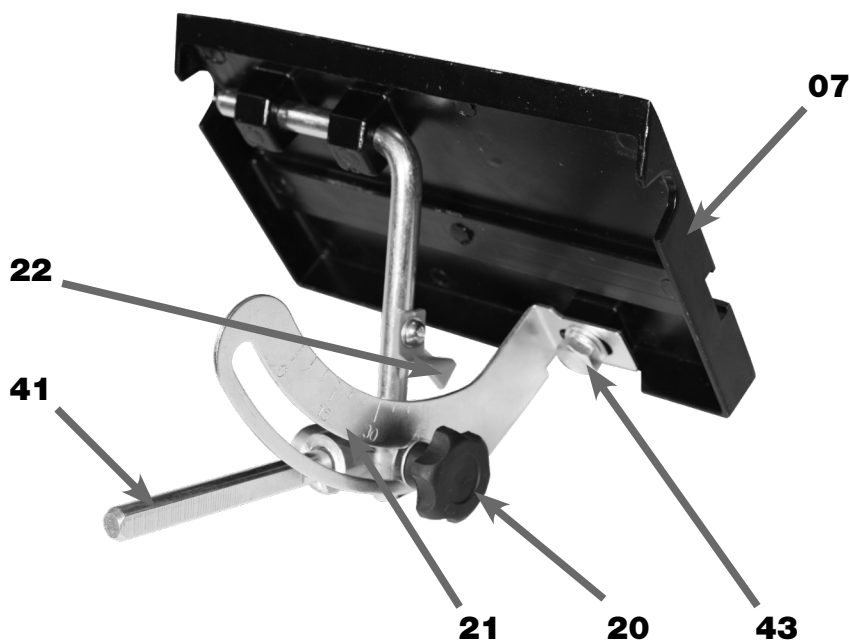
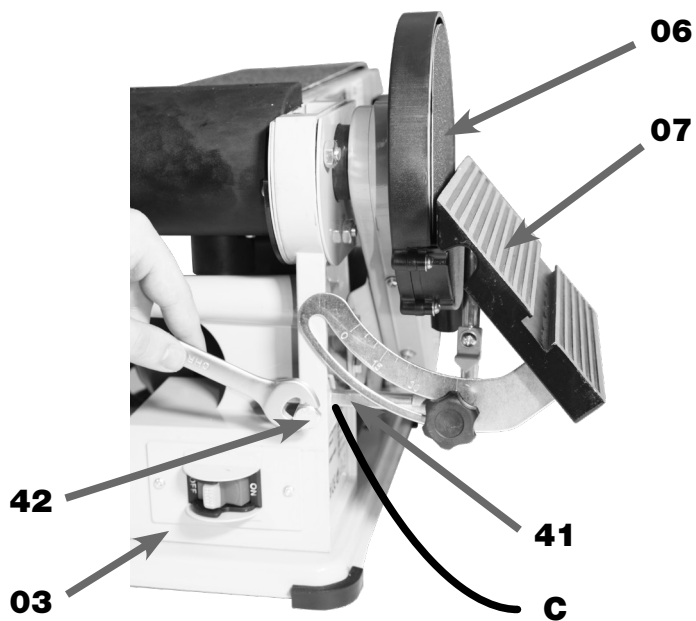

Figura 20 - Mesa da Lixa de Disco
Figura 21 - Fixação da Mesa da Lixa de Disco
10. POSICINAR o Pino de Apoio (41) (figura 20) da Mesa da Lixa de Disco (07) no Furo **C**, conforme ilustrado na figura 21;
11. AFROUXAR o Manípulo (20) para o ajuste do ângulo da Mesa da Lixa de Disco (07);
12. AJUSTAR o ângulo desejado da Mesa da Lixa de Disco (07), indicado pelo Ponteiro (22) na Escala (21);
13. APERTAR o Manípulo (20) no ângulo desejado;
14. APERTAR o Parafuso de Fixação (42) para fixar o Pino de Apoio (41) (figura 21);
15. AJUSTAR a posição lateral da Mesa da Lixa de Disco (07) afrouxando o Parafuso de Fixação (43) (figura 20).